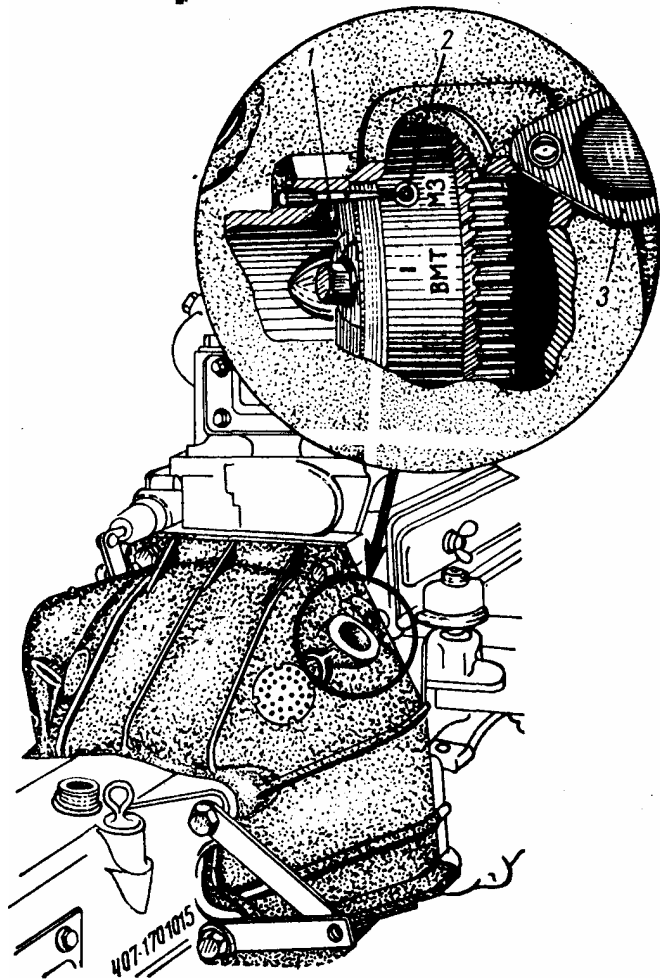

Рис. 18. Смотровое окно в картере сцепления и установочные метки на ободу маховика
2. Установить поршень первого цилиндра (считая от радиатора) в верхнюю мертвую точку (в. м. т.) такта сжатия (оба клапана закрыты), повернув пусковой рукояткой коленчатый вал двигателя так, чтобы метка, нанесенная на ободу маховика, — черта с обозначением ВМТ (рис. 18) — совместилась с острием 7 штифта, закрепленного в смотровом люке картера сцепления*.
* С целью показать обе установочные метки, имеющиеся на ободу маховика, на рис. 18 с острием штифта 1 совмещена метка МЗ (момент зажигания), а не метка ВМТ.
Для проверки установки момента зажигания вывертывают свечу первого (считая от радиатора) цилиндра и закрывают свечное отверстие в головке блока пробкой из смятой бумаги. Далее открывают крышку 3 (см. рис. 18) смотрового окна на картере сцепления и медленно вращают коленчатый вал двигателя пусковой рукояткой до начала такта сжатия в первом цилиндре, которое определяют по выгаливанию бумажной пробки, закрывающей свечное отверстие. Продолжая вращать вал, устанавливают поршень первого цилиндра в положение, соответствующее моменту проскакивания искры на электродах свечи (10° до в. м. т.), при котором метка МЗ на маховике (запрессованный в обод шарик 2) совпадает с острием штифта, закрепленного в смотровом окне картера сцепления. В этом положении коленчатого вала ослабляют стяжной винт хомутка пластины крепления корпуса распределителя, снимают крышку распределителя и устанавливают октан-корректор в среднее положение, совместив с торцом горловины корпуса распределителя четвертое деление шкалы корректора.